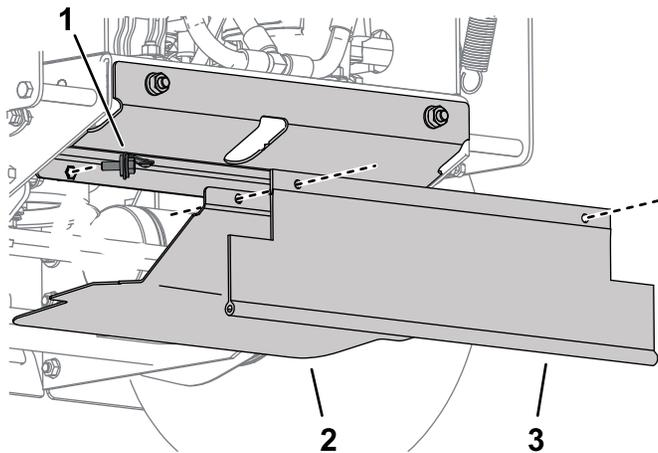

Figura 8
6. Effettuate un montaggio di prova della protezione del sottoscocca e regolate la posizione della protezione della puleggia motrice se necessario (Figura 8).
7. Montate la protezione del sottoscocca e la protezione a contatto sulla protezione della puleggia motrice e fissatele con i bulloni bloccati dai cordoni sulla protezione della puleggia motrice (Figura 8).